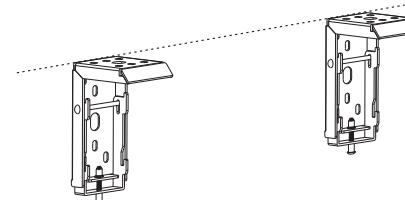

图1
2、将安装架安装在银幕背面或顶部所对的平面上，并且确保左右两个安装架在同一水平直线上。（建议：安装时在墙面或天花板上画一条水平直线）（如图1）